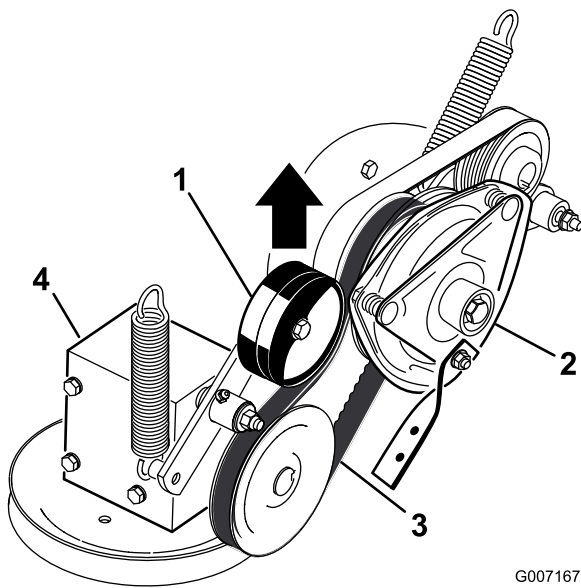

Figure 56
5. Tirez sur la poulie de tension rappelée par ressort de la courroie d'entraînement de PDF et déposez la courroie de la poulie d'embrayage (Figure 56).
- Tirez sur la poulie de tension rappelée par ressort de la courroie d'entraînement de PDF et placez la courroie sur la poulie d'embrayage (Figure 56).